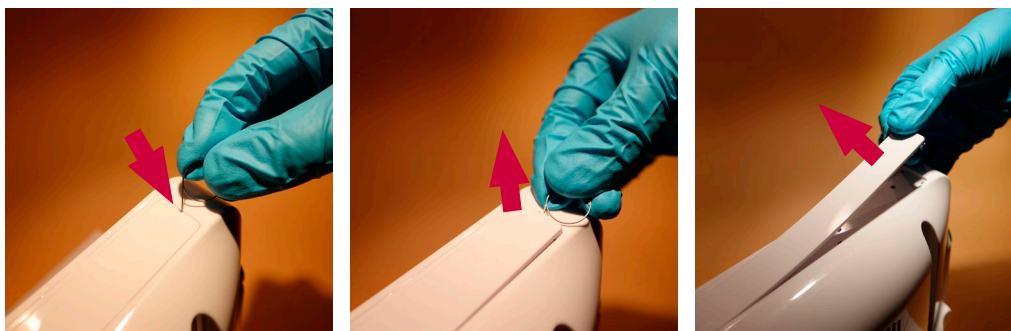

Figura 4 Îndepărtarea plăcuțelor de identificare
c) Îndepărtați plăcuțele de identificare cu sigla Ambu din partea de sus și din partea de jos ale monitorului (Figura 4)